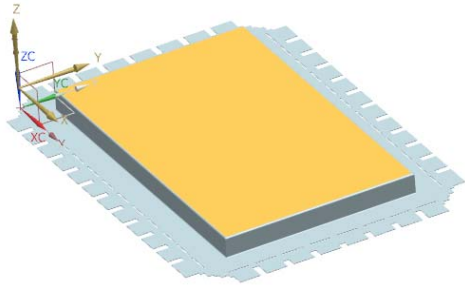

图 2-73 选择草图工作平面
(1) 选择“菜单(M)”→“插入(S)”→“冲孔(H)”→“凹坑(D)”,或者单击“主页”选项卡“凸模”面组上的“凹坑”按钮 , 打开如图2-68所示的“凹坑”对话框。单击“绘制截面”按钮 , 在视图区选择草图工作平面,如图2-73所示。